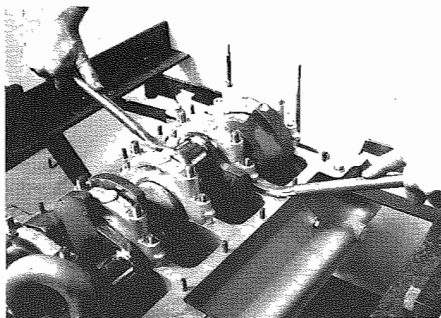

Fig. 90 - Togliere i supporti
- Allentare i dadi di fissaggio ed estrarre tutti i supporti meno il primo 1, servendosi di due leve con base in metallo tenero (**Fig. 90**). Estrarre l'albero motore con solidale la pompa olio ed il supporto 1.
- Loosen nuts and take out all main bearings but the first 1, with the help of two soft metal levers (**Fig. 90**).